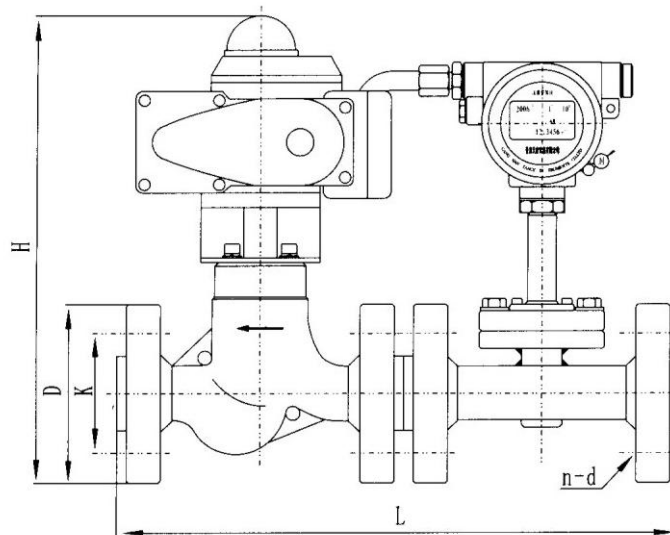

图6 水平式的规格及外型尺寸
1、LDZ 型流量自动控制装置水平式的规格及外型尺寸（见表 2 和图 6）